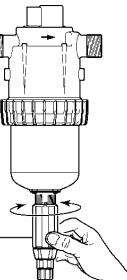

Fig. 13
- Enroscar o desenroscar el anillo de regulación (Fig. 13-D) haciendo corresponder la parte superior del anillo de regulación con el valor deseado de la regleta de regulación.